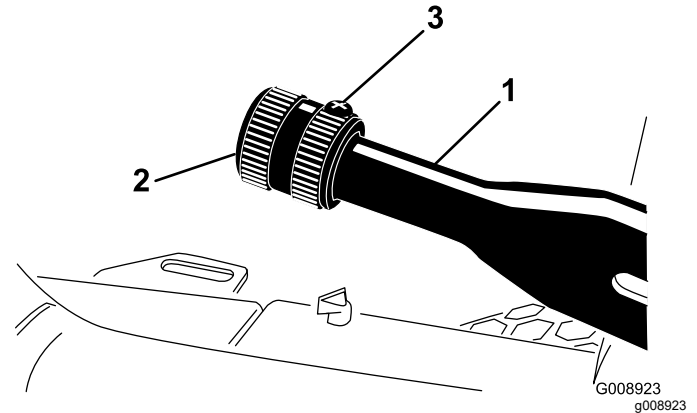

Figure 82
2. Desserrez la vis de fixation du pommeau sur le levier du frein de stationnement (Figure 82).